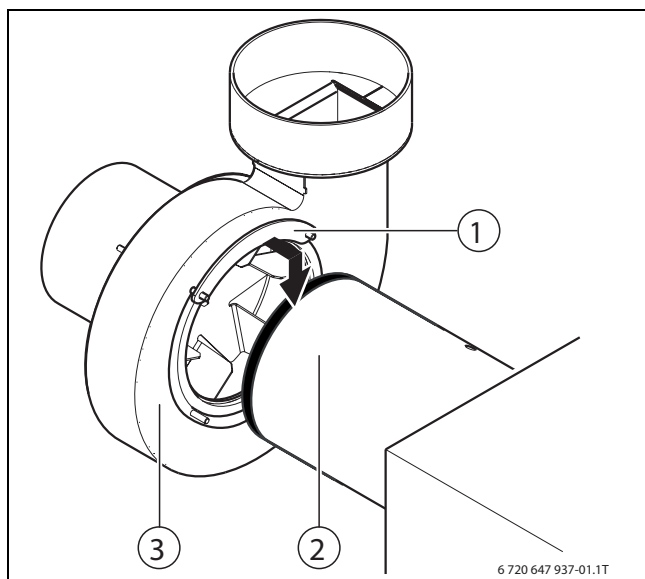

Fig. 11 Aggancio del ventilatore di estrazione fumi
- Agganciare il ventilatore di estrazione fumi (→ fig. 11, [3]) con la staffa di fissaggio superiore (→ fig. 11, [1]) al tronchetto fumi (→ fig. 11, [2]) della caldaia.